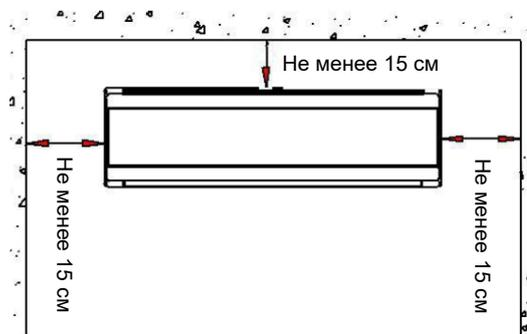

Рис. 1
- Соблюдайте расстояние, указанное на Рис. 1.
- Задняя панель внутреннего блока должна вплотную прилегать к стене (Рис. 1)